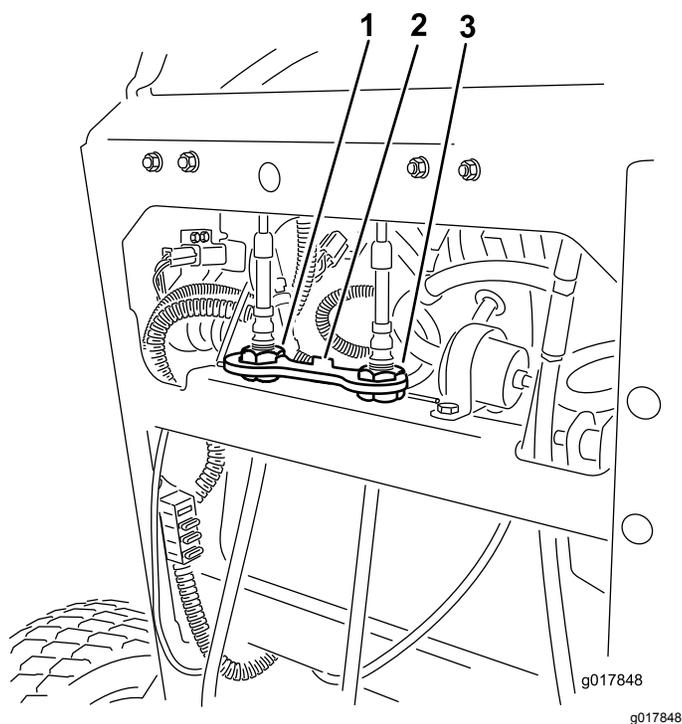

Рисунок 67
6. Установите фиксатор тросов на регулировочные гайки тросов для фиксации выполненной регулировки (Рисунок 67).